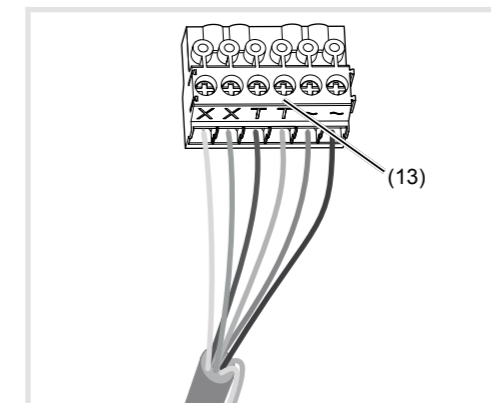

Figura 7: blocco di serraggio di collegamento cablato
- Tirare verso il basso il blocco di serraggio di collegamento (13) della mascherina video.
- Collegare la coppia di fili della linea bus a 2Fili ai morsetti XX del blocco di serraggio di collegamento (figura 7).
- Eventualmente collegare il cavo apriporta ai morsetti TT del blocco di serraggio di collegamento (figura 7 e 8).
- Per l'illuminazione fondo tasti di chiamata e il riscaldamento della telecamera di 12 V-, collegare la linea di alimentazione del trasformatore di rete ai morsetti -- del blocco di serraggio di collegamento (figura 7).